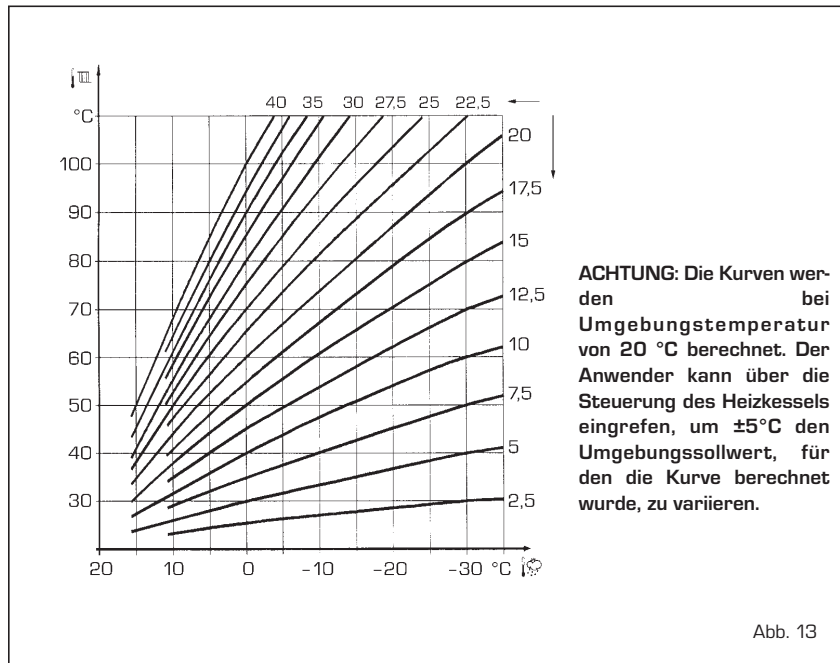

Abb. 13
3.4 ANGESCHLOSSENE AUSSENSONDE (Abb. 13)
Falls eine Außensonde vorhanden ist, sind die SOLLWERTE der Heizung über die Klimakurven in Abhängigkeit der Außentemperatur feststellbar und innerhalb der unter Punkt 3.3 beschriebenen Wertebereiche eingeschränkt (Parameter PAR 22 für Bereich 1, PAR 23 für Bereich 2 und PAR 28 für Bereich 3). Die einzustellende Klimakurve ist von einem Wert 3 bis 40 (mit Schritt 1) auswählbar. Durch Erhöhung des in Kurve Abb. 13 dargestellten Gefälles erhöht sich die Temperatur der Anlagendruckseite zur Außentemperatur.